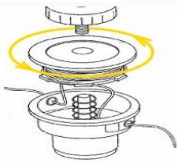

Рисунок 3
- намотайте жилку на шпулю у напрямку, зазначеному стрілкою (рис.3), слідуючи за тим, щоб